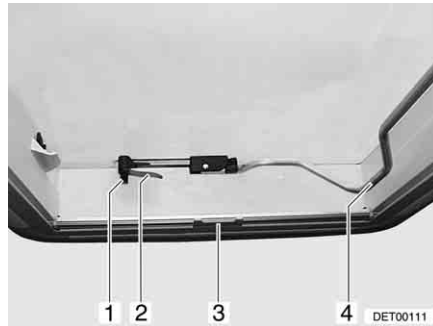
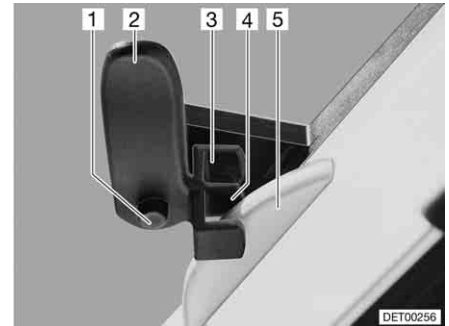

Bild 72 Heki-taklucka, stängd
Bild 73 Heki-takluckan i ventilationsläge 1
Öppna: ■ Tryck ned låsknappen (Bild 72,1) och vrid låsarmen (Bild 72,2) ett kvarts varv inåt.
■ Dra ut bygel (Bild 72,4) nedåt, så att spärren släpper.
Stänga: ■ Dra ut bygel (Bild 72,4) nedåt, så att spärren släpper.
■ Vrid låsarmen (Bild 72,2 och Bild 73,2) ett kvarts varv. Takspärrens tapp (Bild 73,5) måste hakas in i den översta fäst delen (Bild 73,3).
■ Tryck på låsknappen (Bild 73,1) och vrid tillbaka låsarmen (Bild 73,2). Takspärrens tapp (Bild 73,5) måste hakas in i den nedre fäst delen (Bild 73,4).